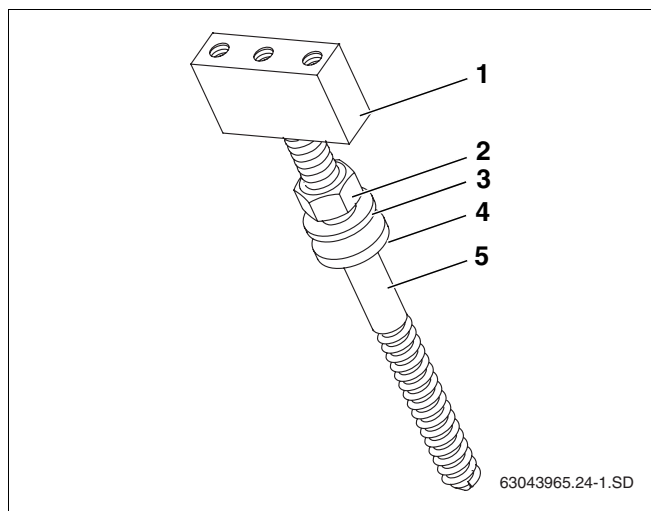

Fig. 23 Sequência da instalação das varas roscadas
- ▶ Ao instalar as varas roscadas, ter atenção à sequência das peças individuais (fig. 23).
- ▶ Rodar o bloco de apoio (fig. 23, **item 1**) até ao batente na vara roscada (fig. 23, **item 5**).